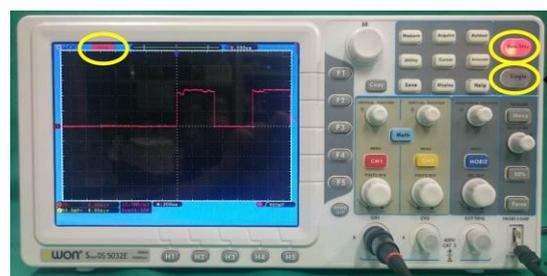

図 A-15 シングルショット表示
- ② シングルショット：単発的に入力される信号を見る場合は、その信号が入力されたらすぐに表示を固定させる設定にしなければならない。トリガーレベルを設定した後、ボタン類の右上部にある「Single」ボタンを押す。そうすると、トリガーレベルを超える信号が入力されない間は、上の「Run/Stop」ボタンが緑に点灯し、液晶ディスプレイの左上に「Ready」の表示が出ているが、一旦トリガーレベルを超える信号が入ると、「Run/Stop」ボタンが赤色に点灯し、入力信号が固定表示される（図 A-15）。液晶ディスプレイ左上の表示は「Stop」となる。この状態で、入力信号を観察し電圧等を測定する。